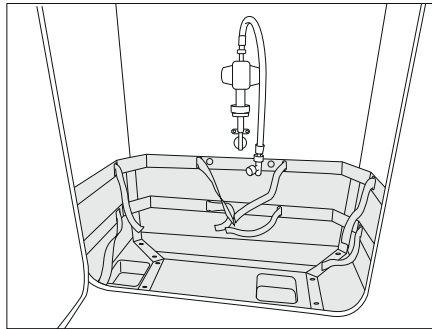
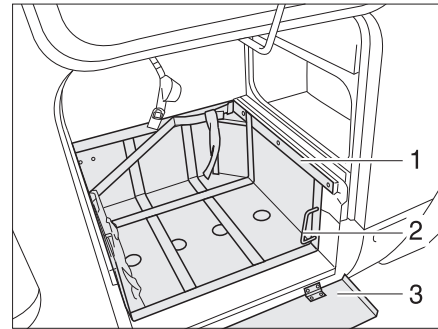

Fig. 151 Compartiment à gaz
Fig. 152 Compartiment à gaz, avec coulisseau extractible (variante 1)
- Si une tôle de protection (Fig. 152,3) est présente, la rabattre vers le bas.
- Déverrouiller le coulisseau (Fig. 152,1) au moyen de la poignée (Fig. 152,2).
- Retirer à fond le coulisseau (Fig. 152,3).
- Faire revenir la poignée (Fig. 152,2) dans sa position initiale.
- Déverrouiller le coulisseau (Fig. 152,3) au moyen de la poignée (Fig. 152,2).
- Enfoncer à fond le coulisseau (Fig. 152,3) et faire revenir la poignée (Fig. 151,2) dans sa position initiale.
- Si une tôle de protection (Fig. 152,1) est présente, la rabattre vers le haut.